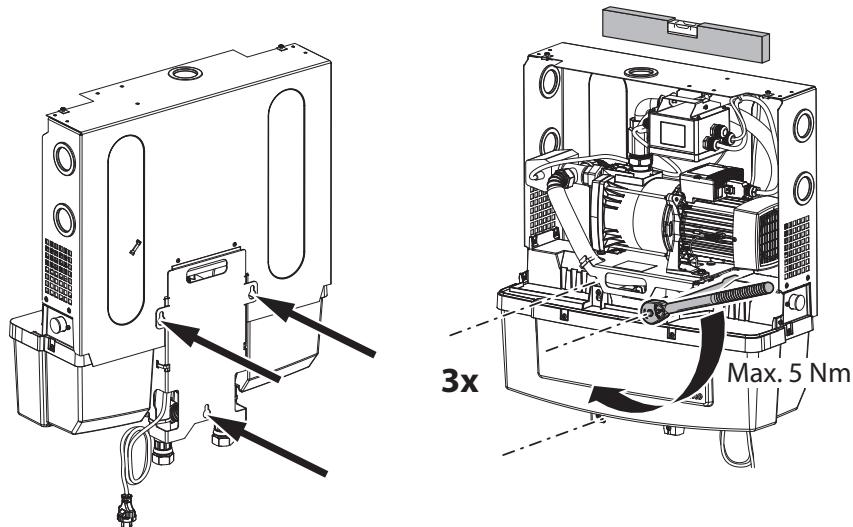

Fig. 13: Points d'élingage pour la suspension au mur et serrage des vis
4. Suspendre le système aux vis à l'aide des trous oblongs situés sur la partie arrière (Fig. 13).